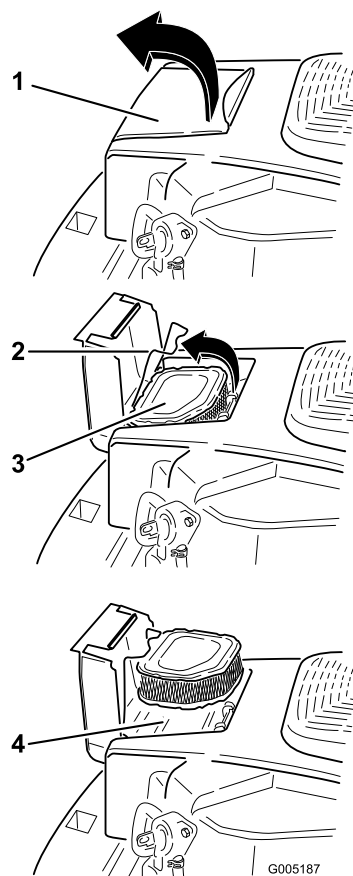

Figura 24
1. Aprite lo sportello del coperchio del filtro dell'aria sul convogliatore per accedere all'elemento (Figura 24).
2. Sganciate il fermo e togliete l'elemento (Figura 24).